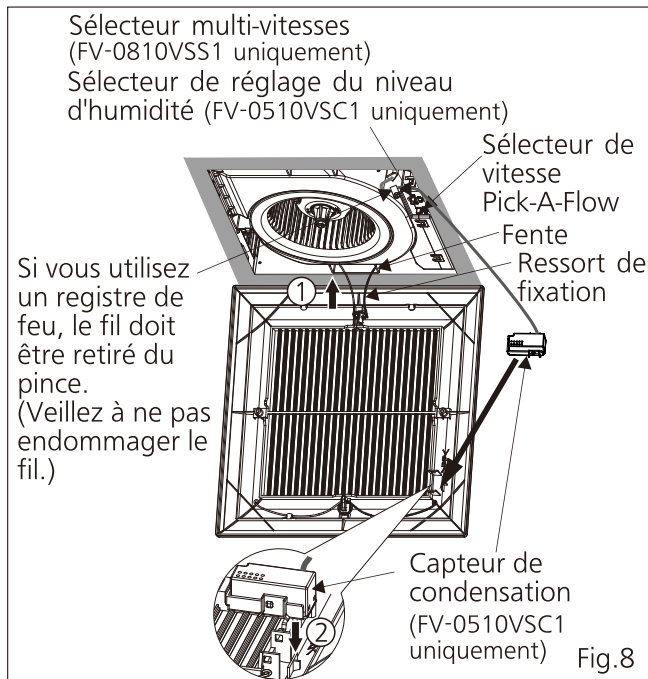

Fig.8
9. Insérez un ressort de fixation dans la fente comme indiqué sur la Fig. 8 ①. (Si ce n'est pas fait, la grille peut ne pas être installée.)
10. Fixez le capteur de condensation (FV-0510VSC1 uniquement) dans la grille comme indiqué sur la Fig.8 ②.
(Voir Fig.8~Fig.9 à la P.9)